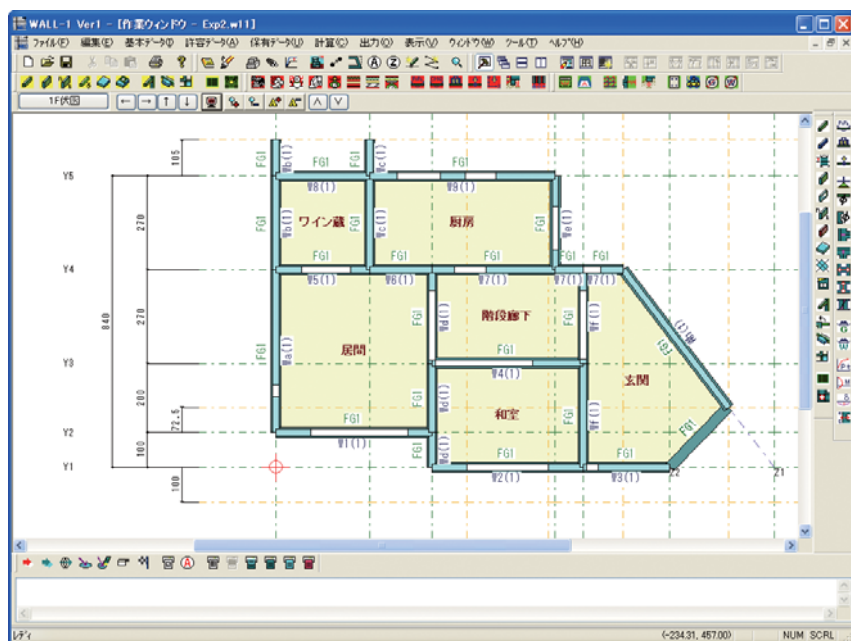

図1 伏図表示例
- グリッド上の平面形を基本としますが、フレーム軸の傾斜や中折れのある建物も取り扱うことができます。不整形な建物の場合でも、グリッドとは別にグリッドを斜めに結ぶ任意の通り軸を設けることができますので、無理なモデル化をせずに入力することができます(図1)。